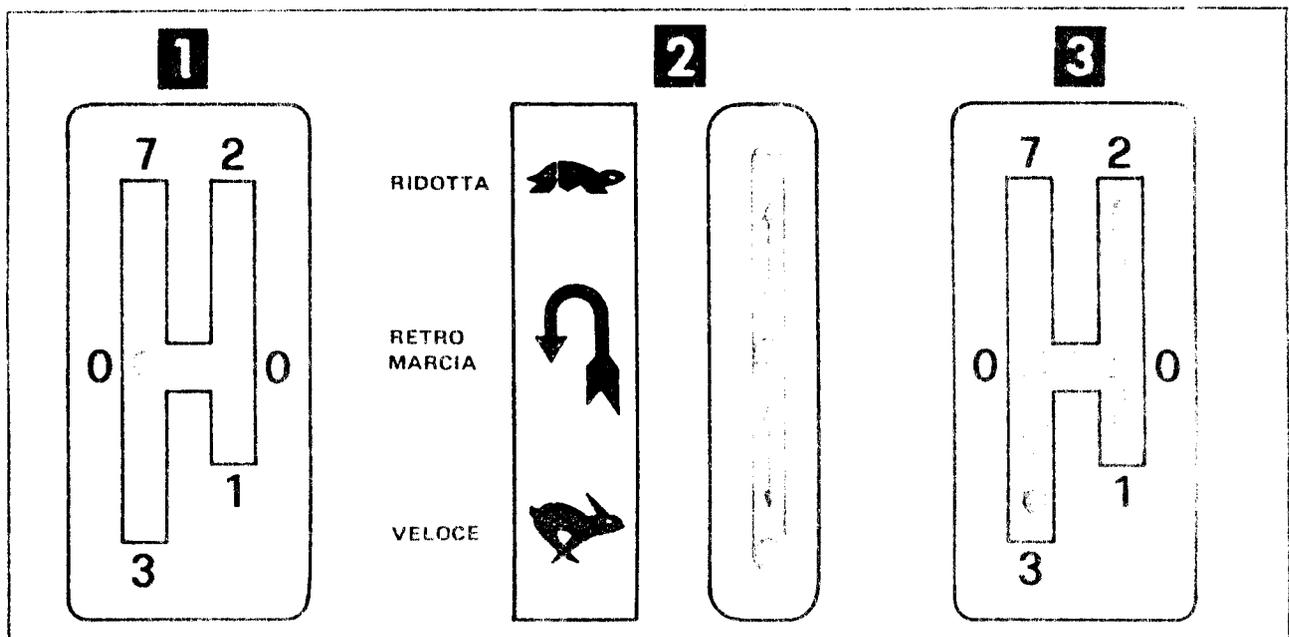

Figura 7. Impiego delle leve comando variatore di velocità e selettore marce
2. Scegliere la marcia desiderata (1^a o 2^a oppure 3^a). A questo scopo, e per tutte le manovre successive, fare riferimento alla figura 7.